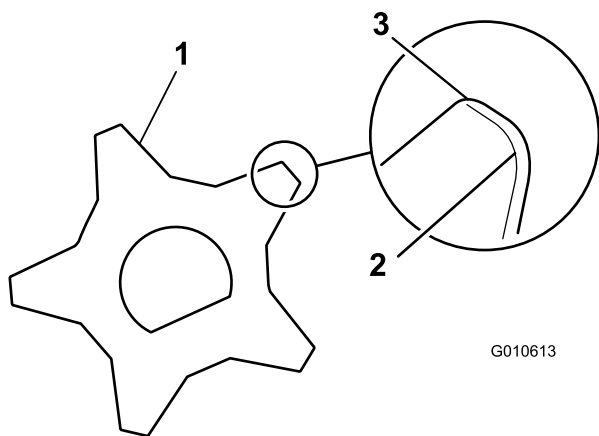

Figure 37
13. Remontez l'arbre dans l'ordre inverse du démontage de manière à placer le bord le plus coupant de la lame en avant (Figure 37).